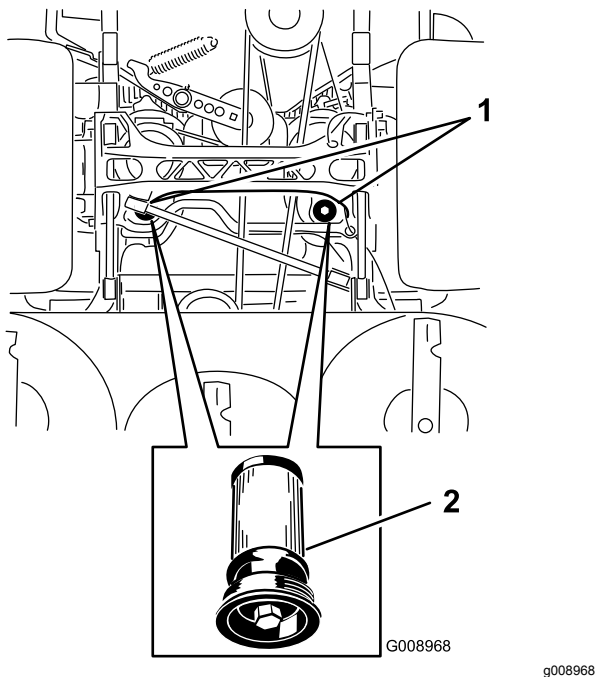

Figura 86
5. Coloque un recipiente debajo del filtro, retire el filtro usado y limpie la superficie (Figura 86).
6. Aplique una capa fina de fluido hidráulico a la junta de goma del filtro nuevo (Figura 86).